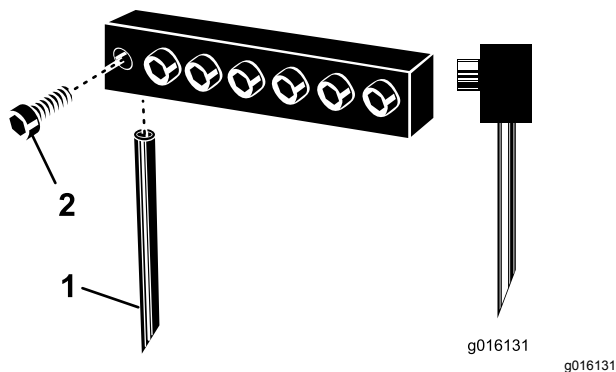

图30
- 旋松夹紧螺栓然后拆下之前使用的打孔针 图30。
注意 空心打孔针的放置应使排出槽朝向后面。实心打孔针的放置应使针尖角度朝向机器 图30。